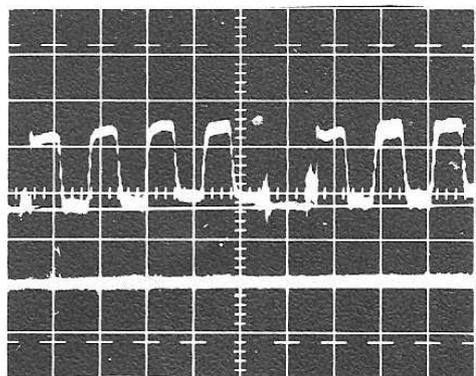

Fig.8
- Brancher la sonde de l'oscilloscope (sensibilité 500 mV/Div.) sur l'anode de la diode 553, voie bleue, et régler le potentiomètre de saturation afin d'obtenir tous les créneaux au même niveau (fig. 8).